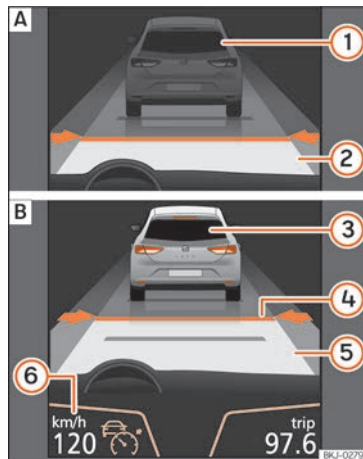
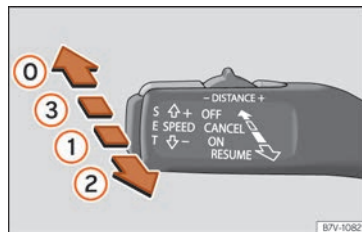
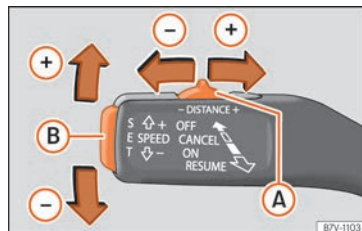

**Fig. 250** En la pantalla del cuadro de instrumentos: [A] ACC inactivo (Standby). [B] ACC activo.
**Fig. 252** A la izquierda de la columna de la dirección: tercera palanca para manejar el ACC.
**Fig. 253** A la izquierda de la columna de la dirección: tercera palanca para manejar el ACC.
Indicaciones en la pantalla » fig. 250:
Cuando el ACC está conectado, en el cuadro de instrumentos se ilumina el testigo de control verde (S) y en la pantalla se muestra la velocidad programada y el estado del ACC »» **fig. 250.**
- Para activar el ACC mueva la tercera palanca a la posición **ON** »» fig. 252 ①. En este momento el ACC no está activo ni hay velocidad programada.
• A continuación pulse la tecla **SET** »» fig. 253 ② o desplace la palanca a la posición **RESUME** »» fig. 252 ②. En este momento se activa el ACC, se programa la velocidad actual y la distancia. La imagen del cuadro pasará a modo Activo »» fig. 250 ③.
- Para programar la velocidad desplace la tercera palanca hacia arriba (+) o abajo (-) hasta la velocidad deseada »» fig. 250 ④. El ajuste de la velocidad se realiza en intervalos de 10 km/h (6 mph).
- En caso de que se desee incrementar la velocidad en intervalos de 1 km/h (0,6 mph), desplace la palanca hacia la posición **RESUME** »» fig. 252 ② o para disminuirla pulse la tecla **SET** »» fig. 253 ②.
- Para aumentar o reducir el nivel de distancia desplace la tecla (A) hacia la derecha o la izquierda »» fig. 253.
En la pantalla del cuadro de instrumentos se modifica el nivel de distancia seleccionado »» fig. 250 ④. Se puede seleccionar entre 5 niveles de distancia. SEAT recomienda el nivel 3. La distancia programada puede modificarse con el vehículo detenido o durante la conducción »» ⑤.
- Para desconectar el ACC mueva la palanca a la posición **OFF** (fija) »» fig. 252 ①. En ese momento aparece el texto **ACC desactivado** y la función queda completamente desactivada.
La aceleración del sistema se puede interrumpir en todo momento pisando el freno o empujando la tercera palanca hacia la posición **CANCEL** » » **fig. 252**
jando la tercera palanca hacia la posición **CANCEL** » » **fig. 252** .